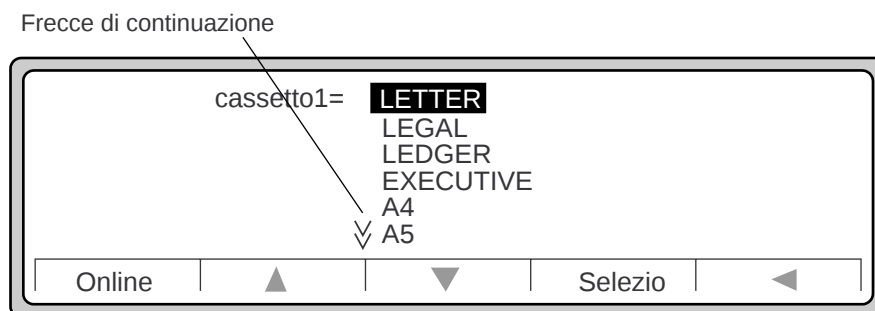

Figura 3-10 Selezione del formato della carta
4. Premere ► per visualizzare un elenco di formati sul pannello di controllo (Figura 3-10).